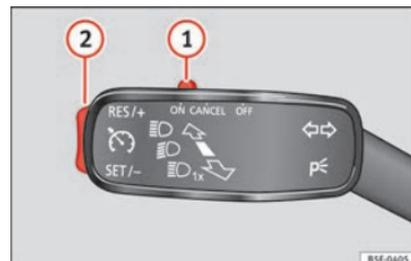

Fig. 39 A sinistra del piantone dello sterzo: interruttori e comandi per l'uso del GRA.
- Collegamento del GRA: spostare l'interruttore » **fig. 39 1** verso **ON**. Il sistema è acceso. Il sistema non effettua la regolazione poiché non è stata programmata alcuna velocità.
- Attivazione del GRA: premere il tasto » **fig. 39 2** nella zona **SET/-**. La velocità attuale viene memorizzata e regolata.
- Disattivazione temporanea del GRA: spostare l'interruttore » **fig. 39 1** verso **CANCEL** o schiacciare il freno. La regolazione si scollega temporaneamente.
- Collegare nuovamente il GRA: premere il tasto » **fig. 39 2** in **RES/+**. La velocità memorizzata verrà salvata e regolata nuovamente. »
- Disattivazione del GRA: spostare l'interruttore » fig. 39 ① a OFF. Il sistema si disattiva e la velocità memorizzata si cancella.